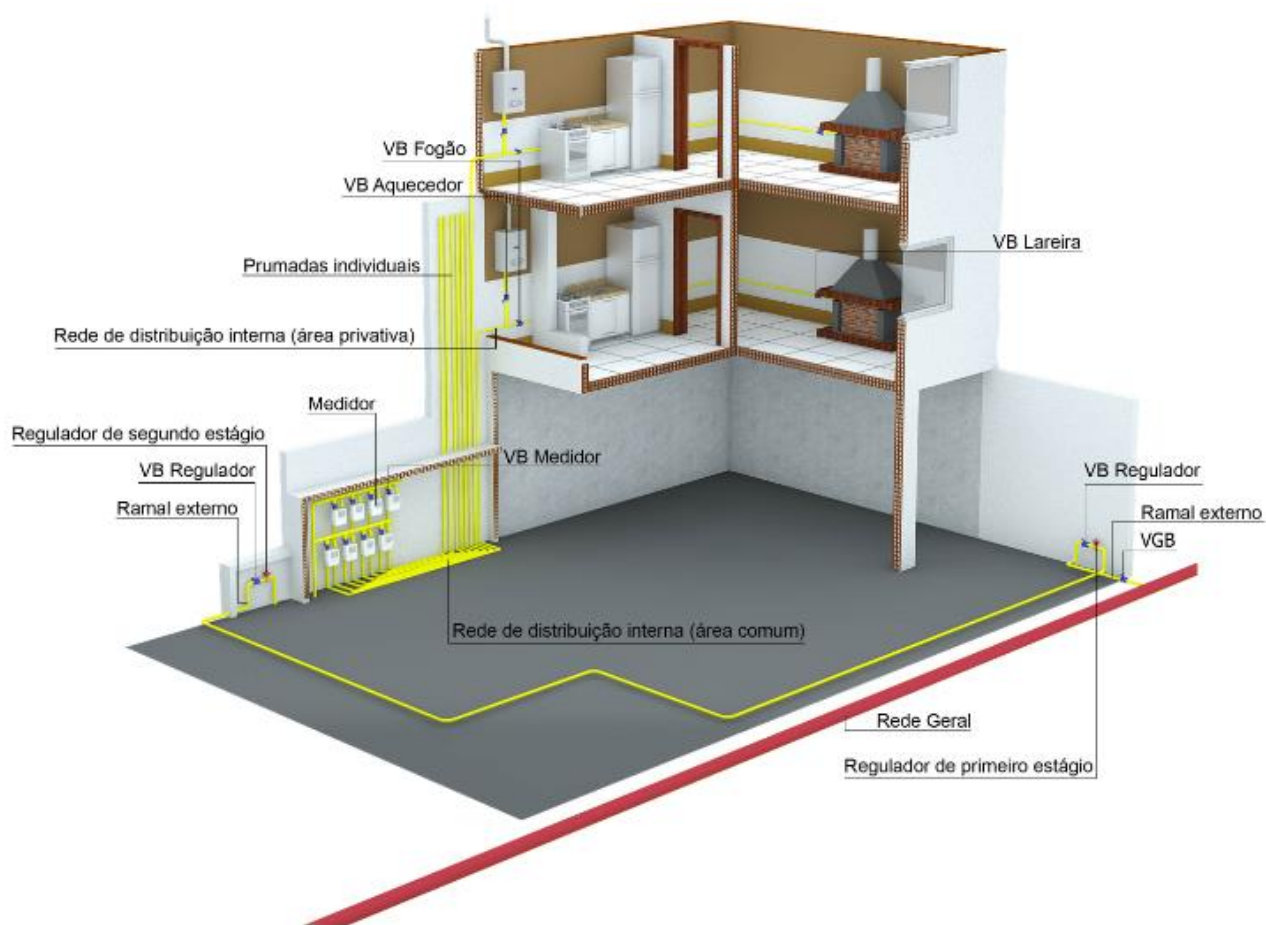

Figura 3.2 - Tipologia ilustrativa com reguladores de 1º e 2º estágio, medição individual em área comum e distribuição por prumadas individuais
- Tipologia com reguladores de 1º e 2º estágios, medição individual em área comum e distribuição por prumadas individuais (figura 3.2);